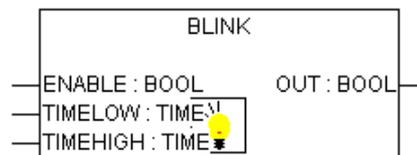

Рисунок 8 – Генератор прямокутних імпульсів BLINK
Познайомимося з новим компонентом **BLINK** (рисунок 8), який є генератором прямокутних сигналів. Для того, щоб включити його в ланцюг, користуємося ПКМ для додавання функціональних блоків. У вікні, що відкрилося, вибираємо нову бібліотеку, розділ **Signals – BLINK (FB)**. Генератор починає працювати за умови, що на його вхід **ENABLE** поступить сигнал TRUE,
Застосування цього ФВ робить схему витонченішою (рисунок 8).